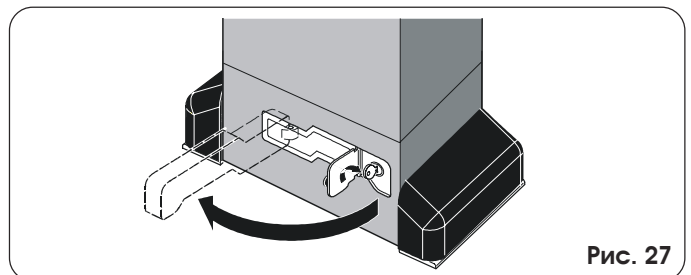

Рис. 27
- 2) Поверните ключ по часовой стрелке и переведите рычаг отпирающего устройства в положение, показанное на рис. 27.